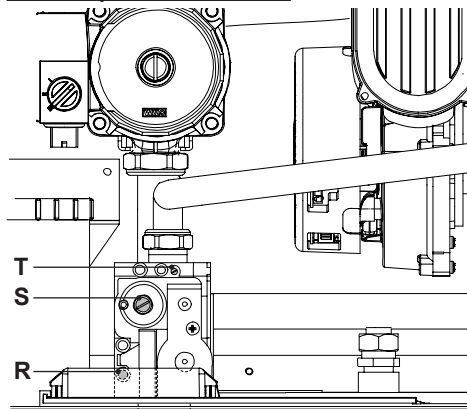

Figura 7.1
- A caldaia spenta (fuori servizio), controllare la pressione di alimentazione utilizzando la presa (R) in Figura 7.1 e confrontare
- Richiudere bene la presa di pressione (R) in Figura 7.1.